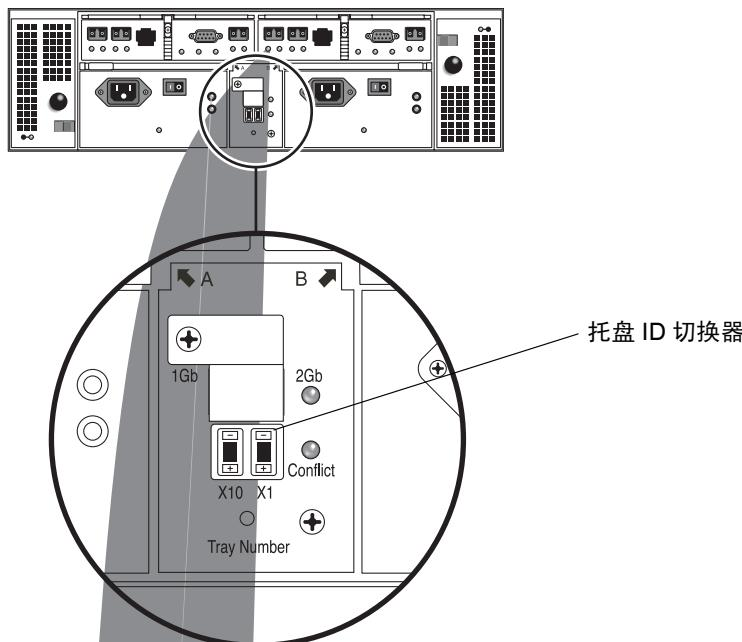

图 2-9 托盘 ID 切换器
1. 找到位于装置背面两个电源插口之间的托盘 ID 切换器（图 2-9）。